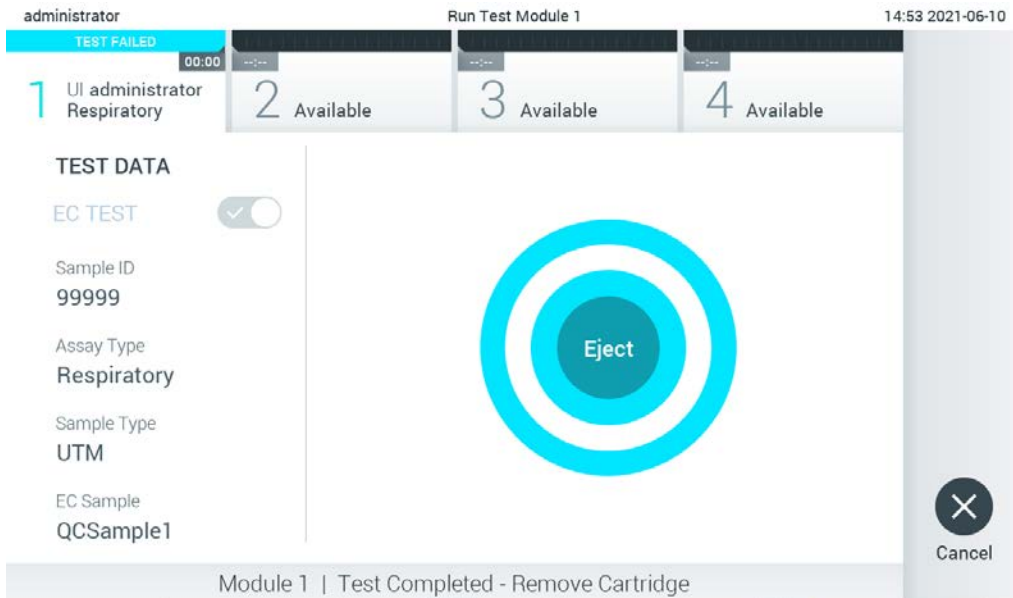

Abbildung 95: Anzeige des Bildschirms Eject (Auswerfen).
11. Nach Abschluss des Tests wird der Bildschirm Eject (Auswerfen) angezeigt (Abbildung 95, nächste Seite). Drücken Sie auf dem Touchscreen auf  Eject (Auswerfen), um die QIAstat-Dx Assay-Kartusche zu entfernen, und entsorgen Sie sie als biogefährlichen Abfall in Übereinstimmung mit allen Bundes-, Landes- und kommunalen Gesundheits- und Sicherheitsvorschriften und Gesetzen.